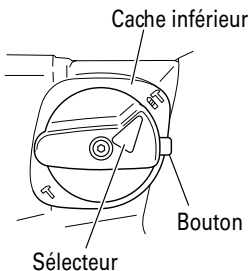

Fig. 6
(1) Commutation sur "rotation + percussion"
- (b) Aligner ▲ du levier de sélection sur **▶** du support de levier comme indiqué sur la Fig. 6.